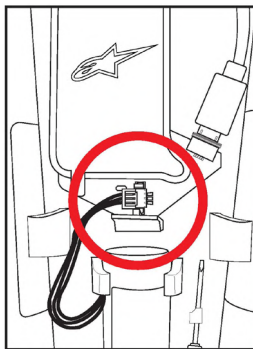

Figura 18: Posizione del connettore della batteria di Sistema (14)
Gli utenti devono essere consapevoli che i gonfiatori a gas (15) sono dispositivi pirotecnici. Ai sensi della Direttiva europea sulle sostanze pirotecniche (2013/29/UE) sono certificati sicuri per il trasporto, a condizione che la batteria (14) sia fisicamente scollegata dall'unità di controllo elettronico (6). Per scollegare la batteria (14), l'utente deve aprire l'unità di controllo dell'Airbag (6) e scollegare la batteria (14) dal connettore situato sull'unità di controllo elettronico (16), come indicato nella Figura 18.